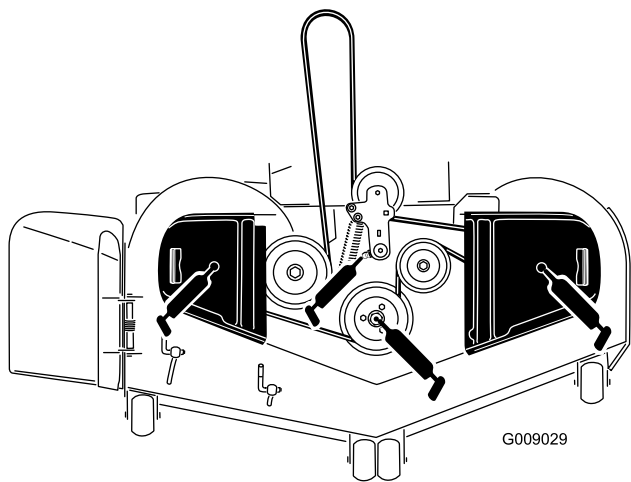

Figura 46
3. Engrase el pivote de la polea tensora de la carcasa de corte hasta que salga grasa por el extremo inferior (Figura 46).
4. Engrase los 3 cojinetes de los ejes hasta que salga grasa (Figura 46).